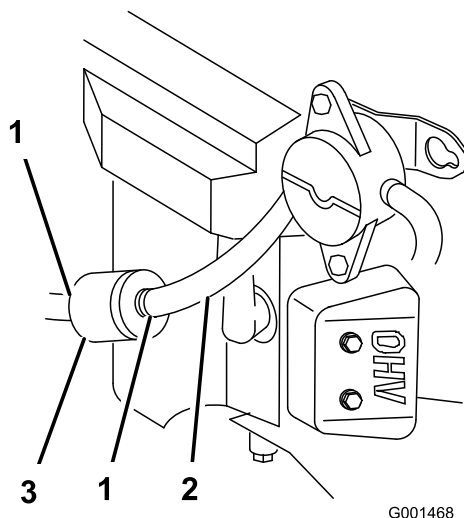

Figure 39
4. Pincez les extrémités des colliers et éloignez les colliers du filtre (Figure 39).